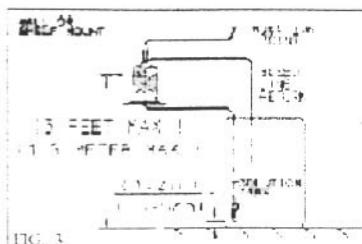

图 3
标准装配安排如图 3, 4, 5 所示。
- 如图 3，安装到墙上或搁板上。连接吸管到吸入阀上，吸入阀为最低的阀门。管道应足够长以保证过滤装置悬挂在化学药品箱底部之上 1-2 英寸（2-5CM），为了保证化学药品不被污染，水箱要有一个盖子。